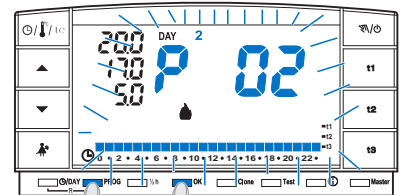

Abb. 8
- Drücken Sie die Taste **PROG**, um die Programmanzeige aufzurufen, und anschließend die Tasten   (oder mehrmals die Taste PROG), bis auf dem Display die Nummer des gewünschten Programms angezeigt wird. Bei den Programmen **P 02 (Winter)** und **P 03 (Sommer)** ist der Digit auf der 24h-Skala werkseitig auf der Temperatur t3 (Abwesenheit) eingestellt; ein Beispiel sehen Sie in Abb. 8.